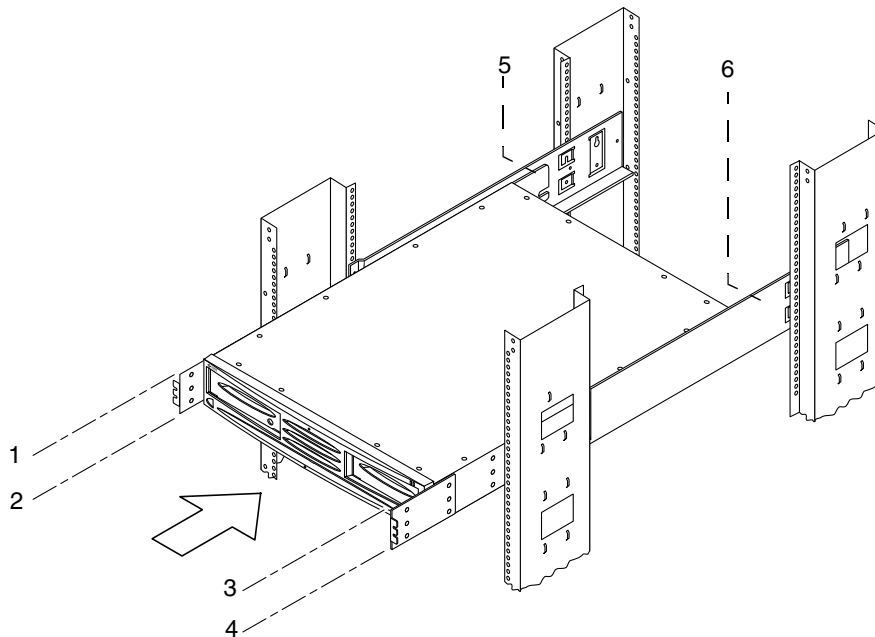

図 2-10 取り付け用レールにメディアトレイを滑り込ませる
10. 取り付け耳とラックの正面の 2 つの面が完全に重なるまで、2 つのレールにメディアトレーを滑り込ませます (図 2-10)。